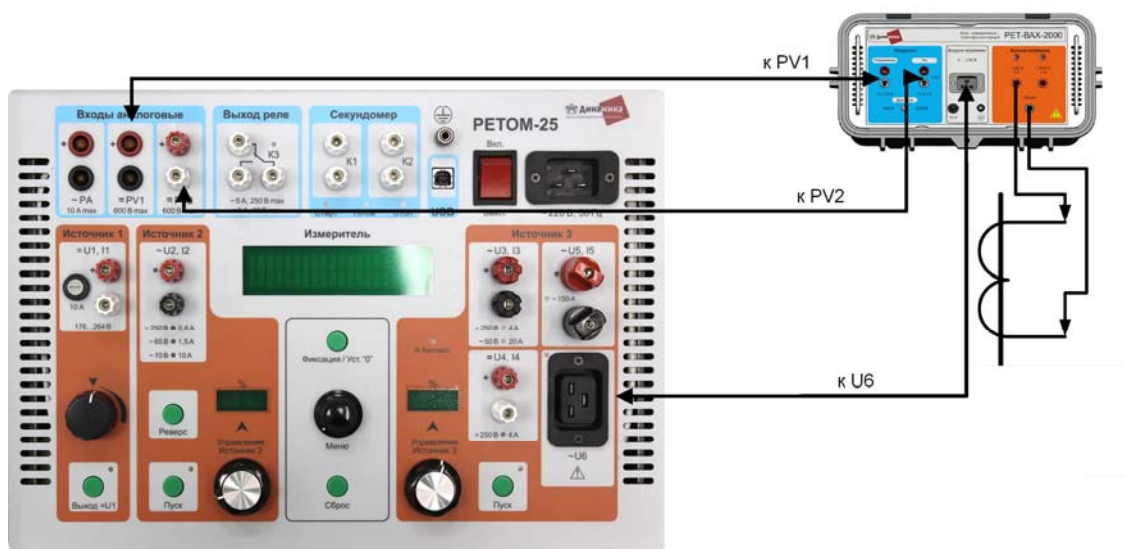

Рисунок 13.20 – Схема измерения характеристики намагничивания ТТ с использованием блока РЕТ-ВАХ-2000
- если это напряжение превышает 250 В, что характерно для мощных высоковольтных ТТ, то для снятия характеристики необходимо использовать блок РЕТ-ВАХ-2000 (рисунок 13.20). На выходе 1000 В максимальный ток не превышает 2 А, а выходе 2000 В – не более 1 А.
Порядок выполнения работы с применением блока РЕТ-ВАХ-2000 (рисунок 13.20):